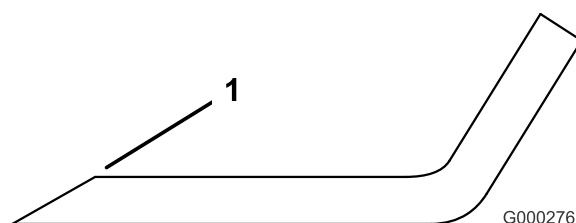

Figure 89
3. Examinez les tranchants de toutes les lames et aiguissez-les s'ils sont émoussés ou ébréchés. N'aiguissez que le haut du tranchant et conservez l'angle de coupe d'origine pour obtenir une coupe nette (Figure 89). Limez la même quantité de métal sur chacun des deux tranchants pour ne pas déséquilibrer la lame.